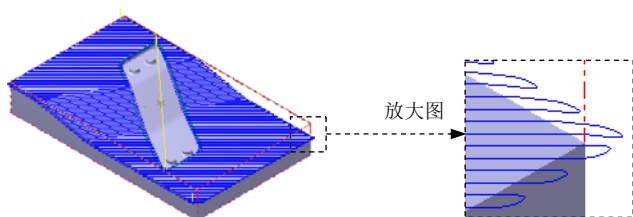

图 14.20 刀具路径
(3) 单击 **间隙设置 (G)...** 按钮, 在系统弹出的“刀具路径的间隙设置”对话框 **位移小于允许间隙时, 不提刀** 区域的下拉列表中选择 **平滑** 选项; 选中 ☒ **切削顺序最佳化** 复选框; 在 **切线的长度** 文本框中输入值 5.0; 单击 按钮, 系统返回至“曲面精加工平行铣削”对话框。
Step7. 单击“曲面精加工平行铣削”对话框中的 按钮, 同时在图形区生成图 14.20 所示的刀具路径。